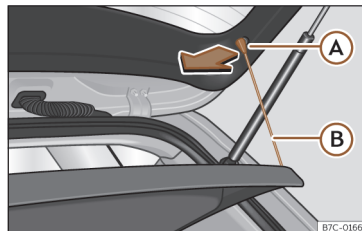

Fig. 157 Dans le coffre à bagages : démonter et remonter la plage arrière.
- Décrochez les tirants de fixation >>> **fig. 157** (B) de leurs logements (A).
- Attachez les tirants de fixation >>> **fig. 157** (B) au hayon du coffre.